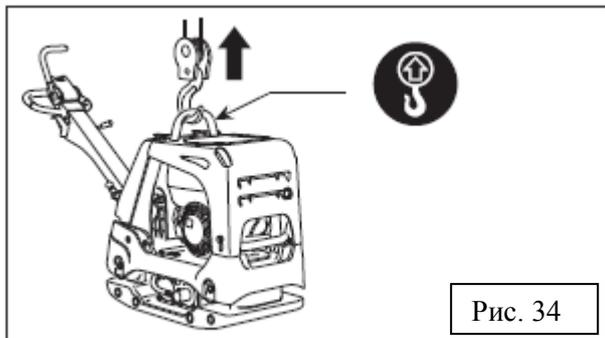

Рис. 34
3. Зацепите крюк подъемного крана за скобу на защитной раме (рис. 34). Запрещается осуществлять подъем оборудования за рукоятку.